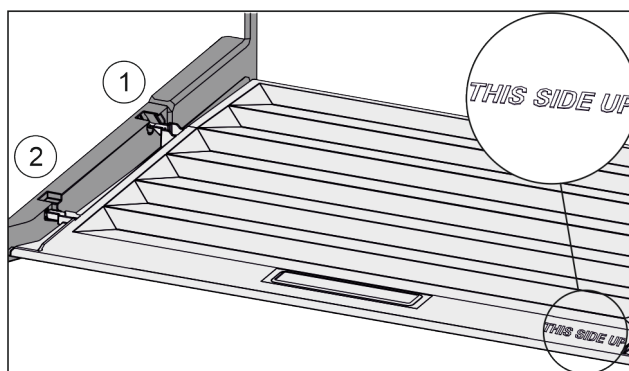

Fig. 29
- ▶ Introduzca los nervios de la tapa por la abertura del soporte trasero Fig. 29 (1) y encájelos por delante en el soporte Fig. 29 (2).